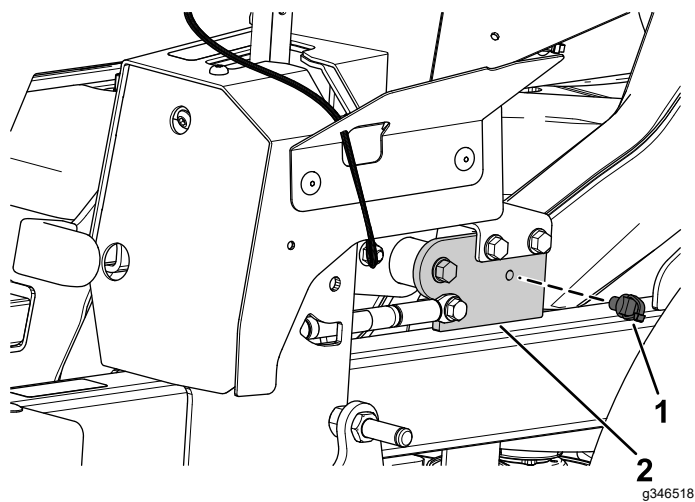

図 11
1. 駐車ブレーキレバー用ブラケットに前側押し込みファスナーを取り付ける図11。